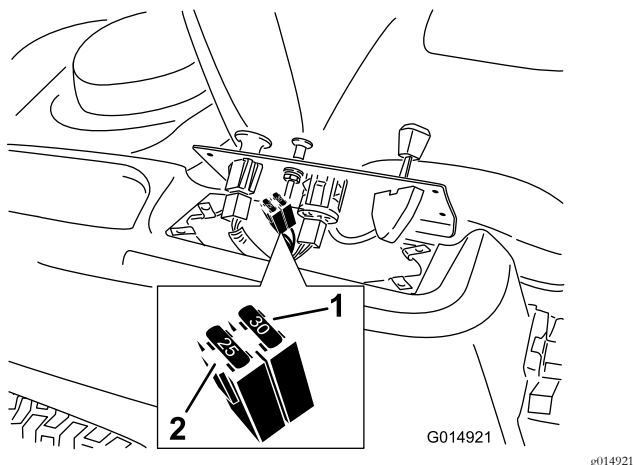

Figure 53
2. Soulevez le panneau de commande pour accéder au faisceau de câblage principal et au porte-fusibles (Figure 53).
3. Pour remplacer un fusible, tirez dessus pour l'enlever (Figure 53).